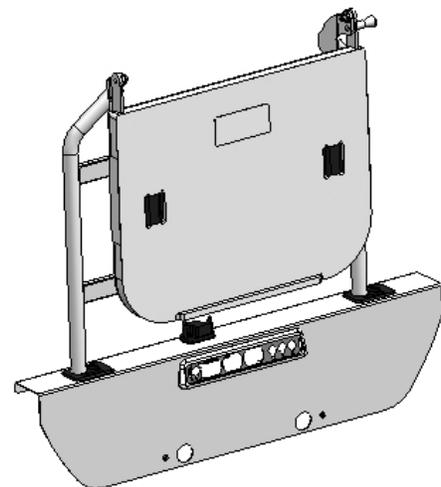

Figure 3
- face à l'extrémité droite de la boîte (tête/pied) (Figure 3) ;
1. Insérez les poteaux du support à moniteur dans les orifices des blocs porte-tige situés sur la boîte de pied du lit (voir Figure 3).
- Pour obtenir la position support de moniteur (Figure 3), rabattez complètement le plateau vers l'intérieur du lit et relâchez le verrou.